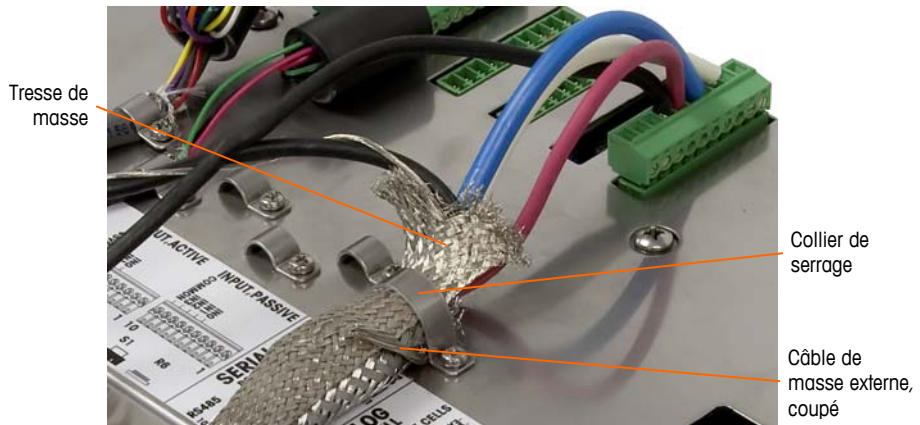

Figure 2-46: Terminaison de la tresse externe du circuit autonome PDX, panneau
- b. Faites glisser vers l'avant la tresse extérieure afin de recouvrir la tresse et la feuille métallique internes. Tirez le câble de masse extérieure par-dessus la tresse extérieure et coupez-la à environ 25 mm (1 po). Placez le câble de masse à tresse plate autour du câble du circuit autonome et du câble de masse avant de fixer l'ensemble sur le couvercle arrière de l'IND780 en utilisant le collier de serrage fourni avec l'unité (Figure 2-46).